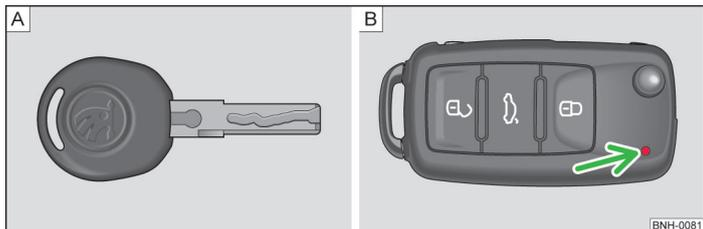
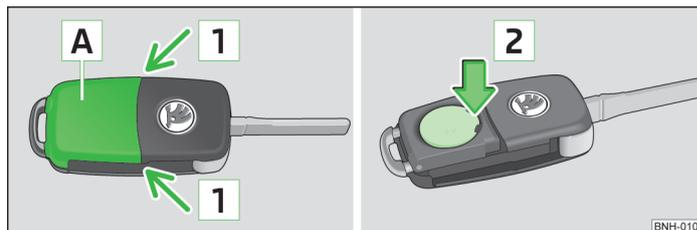

Fig. 7 Clé sans télécommande/clé avec télécommande (clé à radiocommande)
Fig. 8 Clé à radiocommande : Retrait du couvercle/extraction de la pile
Deux clés sont livrées avec le véhicule. Selon l'équipement, votre véhicule peut être doté de clés sans radiocommande » fig. 7 - **A** ou avec radiocommande » fig. 7 - **B**.
Chaque clé à radiocommande possède une pile, qui est logée sous le couvercle **A** » fig. 8. Lorsque la pile est déchargée, le voyant rouge » fig. 7 - **B** clignote lorsqu'on appuie sur l'une des touches de la clé à radiotélécommande. Nous vous recommandons de ne faire remplacer les piles de clés que par un concessionnaire ŠKODA. Procédez comme suit si vous souhaitez néanmoins remplacer vous-même une pile déchargée :
- Poussez le cache de la pile avec le pouce ou un tournevis plat au niveau des flèches **1** » fig. 8.